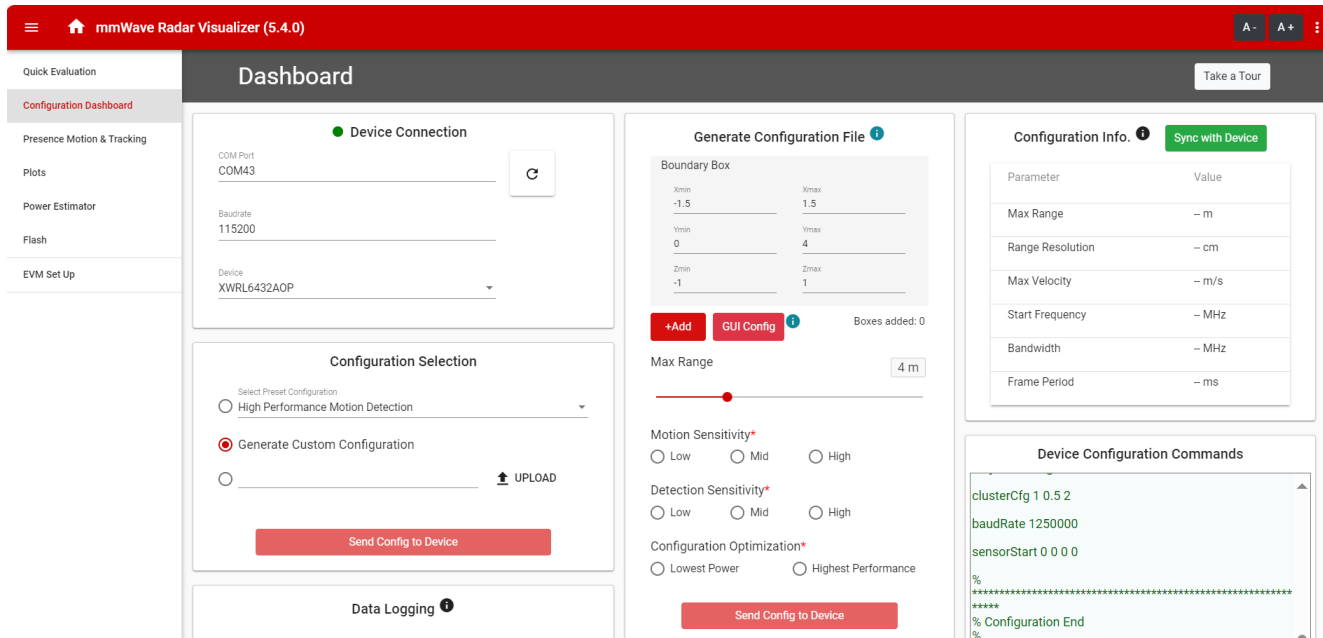

图 3-3. 配置仪表板
3. 导航至可视化工具的 *Configuration Dashboard* 选项卡。等待系统自动检测 COM 端口 (否则按刷新) 。或者，手动选择器件 COM 端口 (如果尚未选择) 。选择 *Configuration Selection* 下拉列表下的预配置。与图 3-3 中显示的类似。